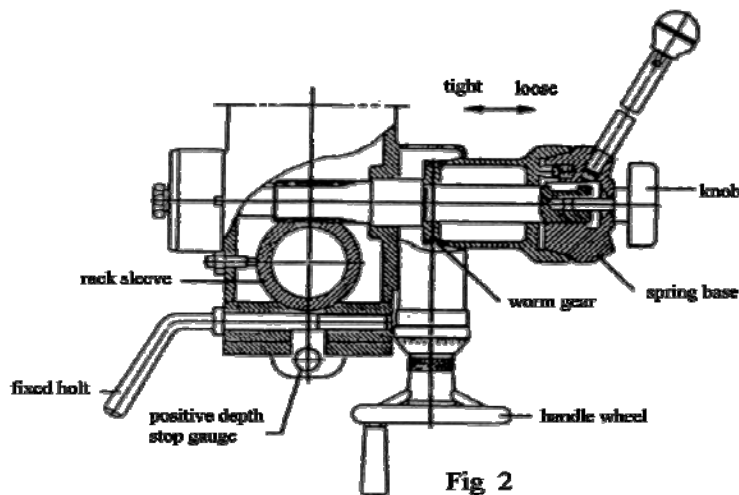

Fig 2
(4) Voorbereiden op het boren (zie fig. 2) (Behalve toevoeging voedingssysteem).
(5) Voorbereiden op frezen (zie fig. 2) (Behalve toevoeging voedingssysteem).